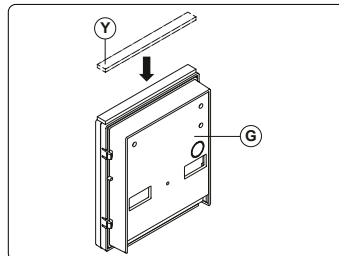

Fig. 8
Applicare la guarnizione adesiva (Y) come mostrato in Fig. 8.